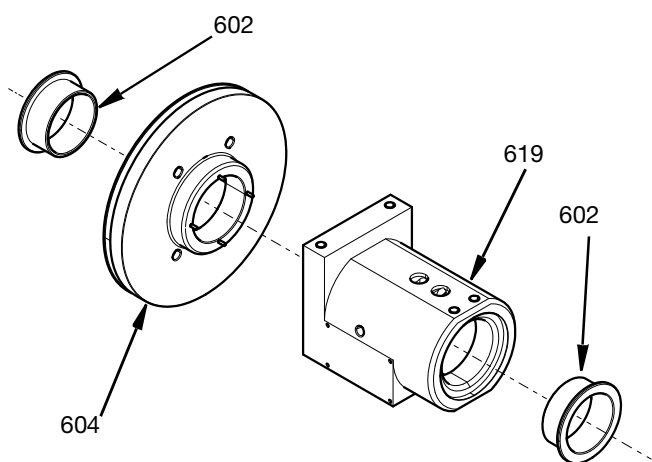

FIG. 21
1. Před montáží těsnění na vnitřní části otočné skříně naneste na všechna plochá těsnění a o-kroužky lehké strojní mazivo. Nasuňte přírubová ložiska (602) do tělesa otočného čepu (619) a ložiskového tělesa (604). Viz FIG. 21.